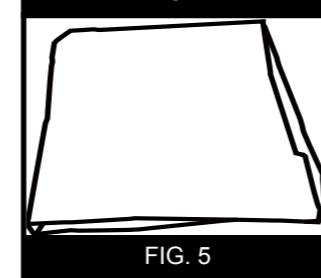

FIG. 5
Passo 4. Piegare le restanti estremità insieme per creare un rettangolo finale (FIG. 5).